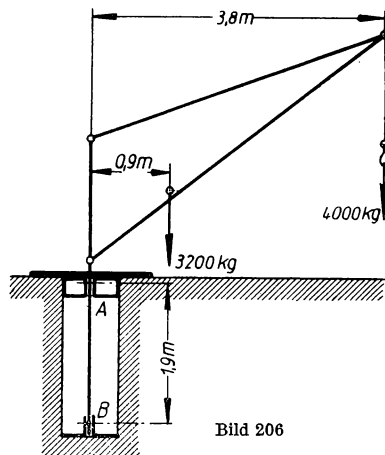

Bild 206
**332.** Beim Schacht-Drehkran (Bild 206) wird die drehbare Säule in den Lagern  $A$  und  $B$  in einem Fundamentschacht geführt. Nutzlast 4000 kg in 3,8 m Ausladung; Eigengewicht 3200 kg in 0,9 m Ausladung. **a)** Welchen Abstand von der Drehachse hat die Mittelkraft der beiden gegebenen Lasten? Die zeichnerische Lösung ist durch Rechnung nachzuprüfen. **b)** Die Auflagerdrücke  $A$  und  $B$  sind zeichnerisch und rechnerisch zu bestimmen (ähnlich Aufgabe 316).